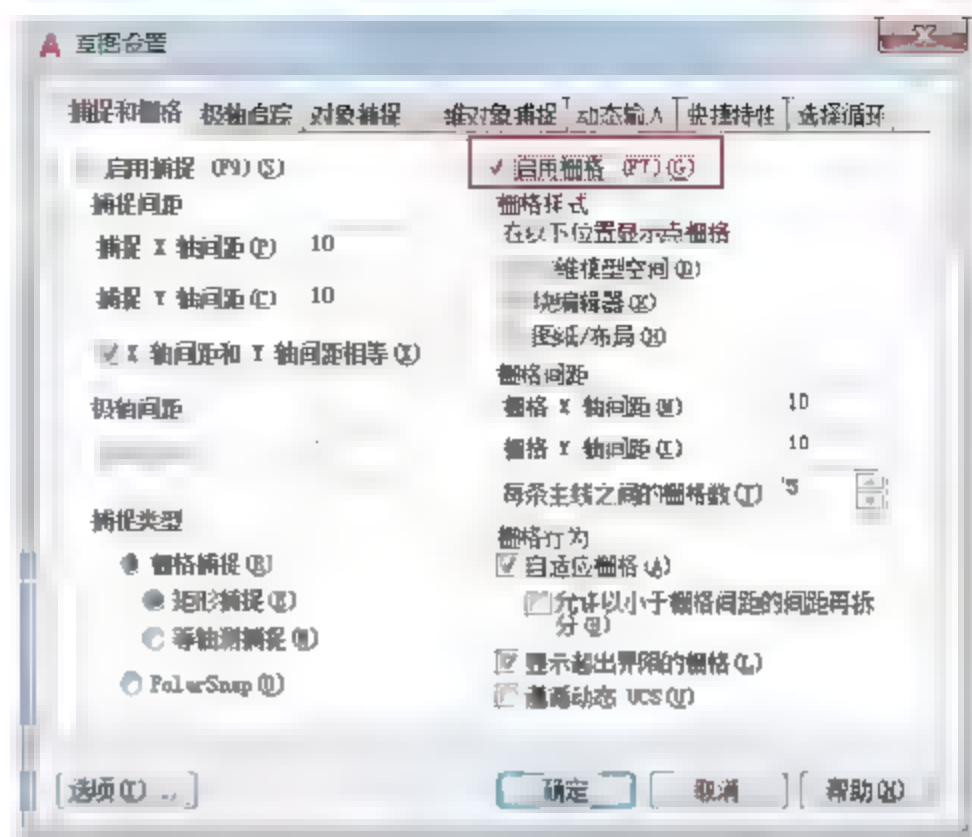

图2-78 启用【栅格】功能
- 对话框: 在【草图设置】对话框中勾选【启用栅格】复选框, 如图2-78所示。